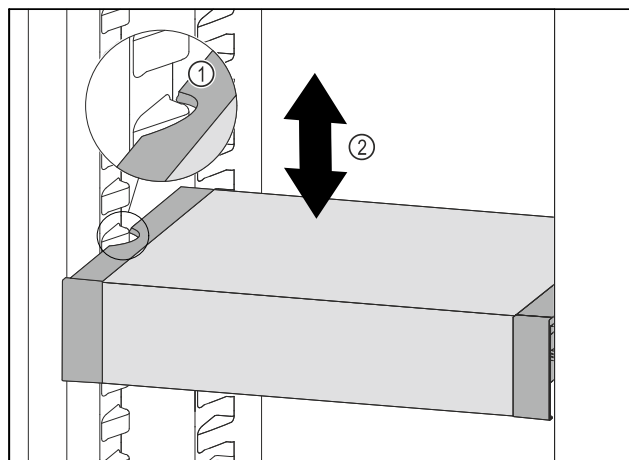

Fig. 116
- ▶ Тяните VarioSafe вперед, пока боковые выемки VarioSafe не окажутся на высоте выступа резервуара в холодильном отделении. Fig. 116 (1)
- ▶ Двигайте VarioSafe в холодильном отделении вверх или вниз, пока не будет достигнута требуемая высота. Fig. 116 (2)